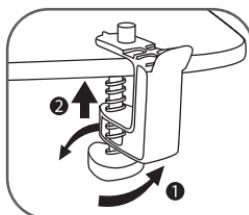

Fig.1
- Rögzítse az EasyFix rendszert a vasalódeszkára a csavar segítségével. Normális jelenség, ha a csavaron található alkatrész mozog – **fig.1**.